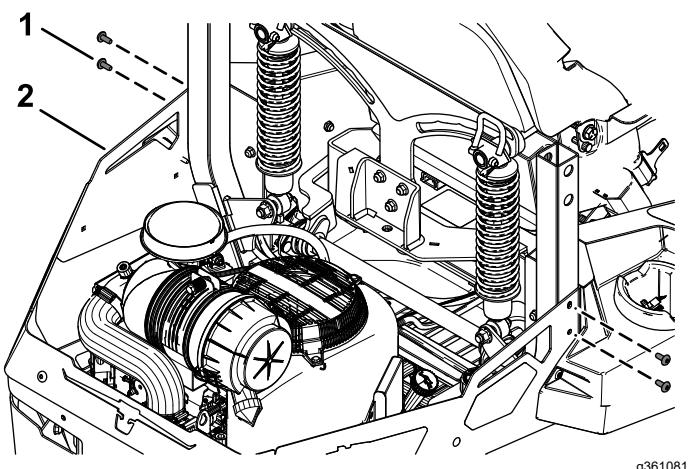

Figura 1
3. Retire los 4 pernos de cabeza de botón (5/16" x $\frac{3}{4}$ ") de los protectores traseros (Figura 1).
- Fije los 4 pernos de cabeza de botón (5/16" x $\frac{3}{4}$ ") que retiró anteriormente en los protectores traseros (Figura 1).